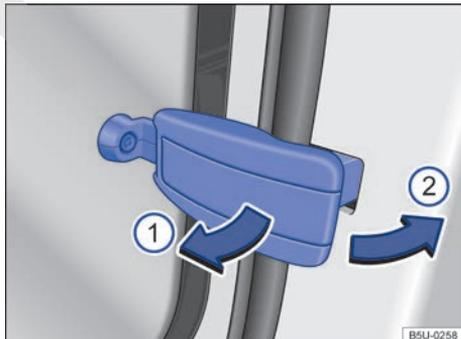

Fig. 64 Cerrar la luneta rebatible.
- Tirar de la palanca de bloqueo en el sentido de la flecha → fig. 64 ① hacia adentro.
- Presionar la palanca de bloqueo en el sentido de la flecha → fig. 64 ② hacia atrás, hasta que se bloquee y la luneta quede cerrada.